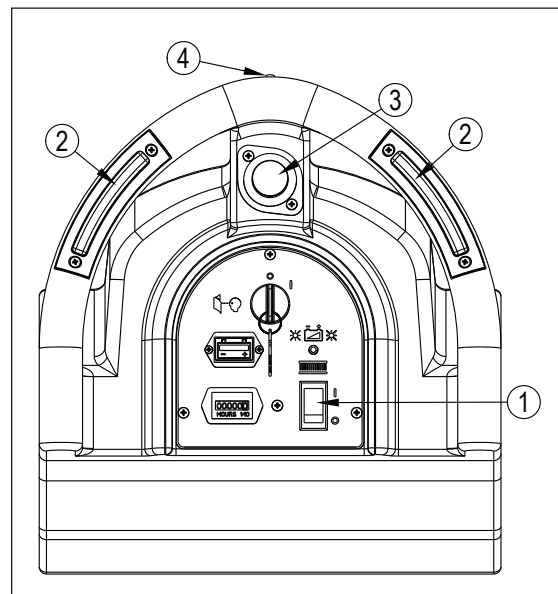

Figura 10
2. Encienda el interruptor de energía de la almohadilla (1 - figura 10).
3. Cuando se accione ya sea el interruptor de desplazamiento/ almohadilla derecho o izquierdo (2 - figura 10), arrancará el motor de la almohadilla y el motor de desplazamiento propulsará la máquina hacia adelante.
4. Controle la velocidad de la máquina usando el selector de velocidades (3 - figura 10).
6. Para mover la máquina hacia atrás, accione el interruptor de marcha atrás (4 - figura 10) y el interruptor de desplazamiento/ almohadilla derecho o izquierdo (2 - figura 10) al mismo tiempo.